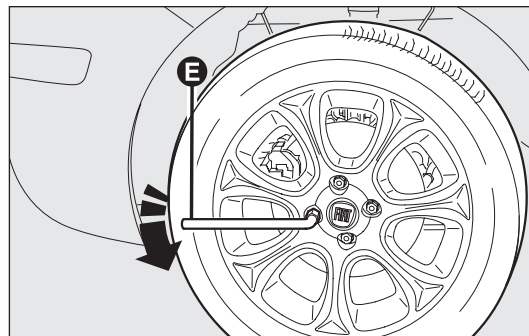

fig. 146
- ☐ afloje una vuelta las tuercas de fijación, utilizando la llave suministrada E- fig. 146; para vehículos con llantas en aleación, mueva el vehículo para facilitar la separación de la llanta del cubo de la rueda;